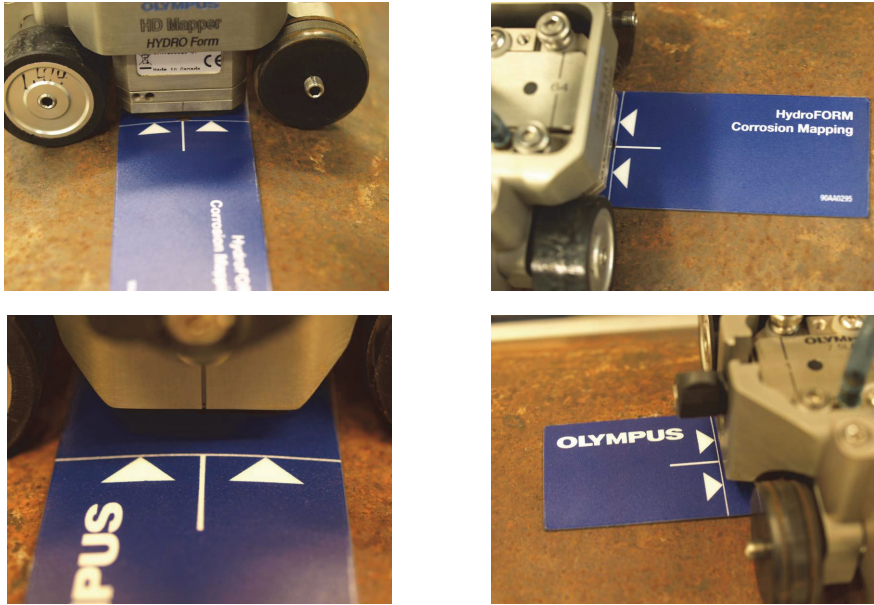

图 2-17 将 HydroFORM 扫查器与模板的标记对齐
5. 在磁性模板上移动 ChainSCANNER 扫查器，直到 HydroFORM 扫查器差不多与模板的标记对齐（参见第 37 页的图 2-17），然后将 ChainSCANNER 扫查器在管材上锁住。
7. 使用 ChainSCANNER 扫查器，再次移动 HydroFORM 扫查器，直到它与模板的标记非常精确地对齐（参见第 37 页的图 2-17）。